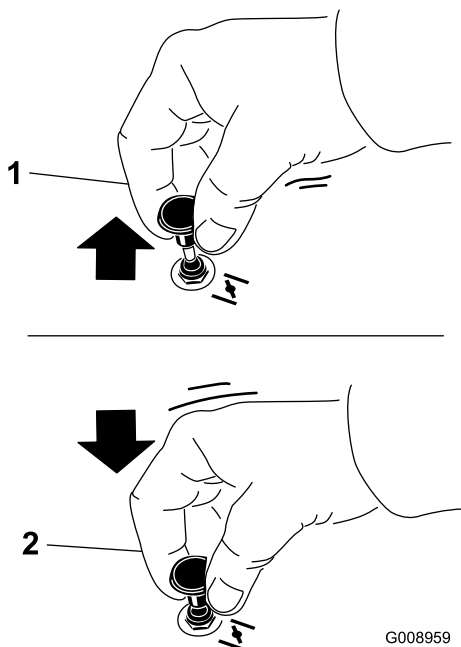

Figura 25
1. Puxe a alavanca do ar para cima para engatar o ar antes de utilizar a ignição (Figura 25).
2. Empurre a alavanca para baixo para desengatar a alavanca do ar quando o motor estiver a funcionar (Figura 25).